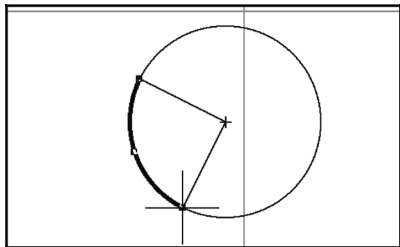

图 5-70 边缘法绘制圆弧
当放置了尺寸标注后, 如果需要对其进行编辑, 则可选中尺寸标注, 然后右击, 从快捷菜单中选择“Properties”命令, 或者双击尺寸标注, 系统也将会弹出如图 5-70 所示的“Dimension (尺寸标注属性)”对话框。
3) 单击确认, 即得到一个圆弧, 如图 5-70 所示为使用边缘法绘制的圆弧。